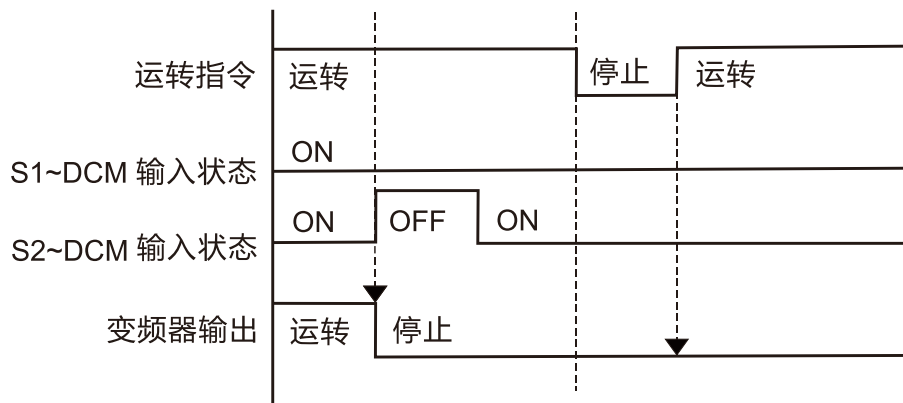

图 17-9
当 S1~DCM 运转时 ON (不要求有安全功能) 及 S2~DCM 为 OFF (要求有安全功能), 变频器会停止输出且面板会跳 STL2 异常。即使 S2 状态回复 (ON) 后, 无论参数如何设定, STL2 异常皆无法重置, 如下图 17-9。需进行整机断电后再上电之方式重置, 才能恢复正常待机状态。